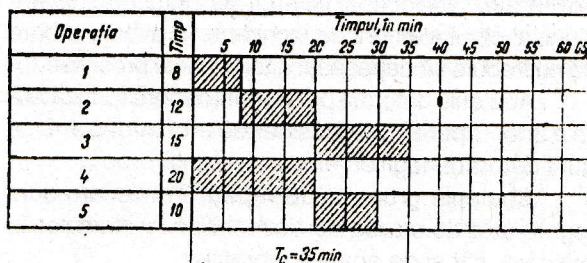

Fig.1.5. Ciclograme
- asamblări succesive (fig. 1.5 a), când operațiile se succed;
- asamblări paralel-succesive (fig. 1.5 b), când o parte din operațiile de asamblare se realizează în același timp.